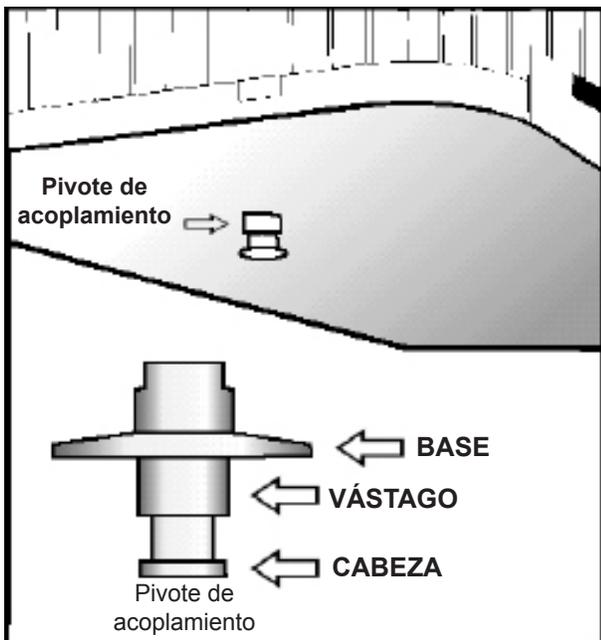

Figura 6.8
- Mordaza de traba alrededor de la pata del pivote de acoplamiento, no en la cabeza. *Vea la Figura 6.8.*